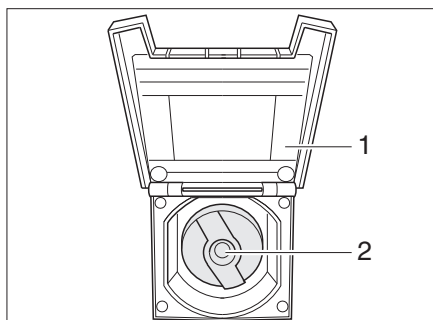

Fig. 152 Coperchio per bocchettone di riempimento dell'acqua potabile
- Aprire lo sportellino (Fig. 152,1) del bocchettone di riempimento dell'acqua potabile.
- Inserire la chiave nel cilindro della serratura (Fig. 152,2) e ruotare in senso anti-orario di un quarto di giro.
- Chiudere lo sportellino (Fig. 152,1).
- Aprire il bocchettone di riempimento dell'acqua potabile (Fig. 152).